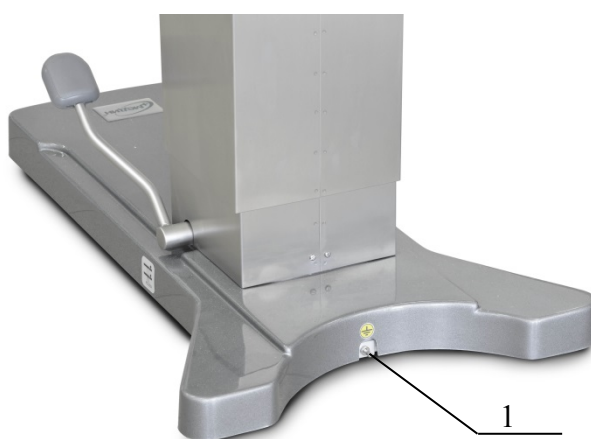

Рисунок 2. Зажим выравнивания потенциалов.
9.14 Подсоедините стол к контуру выравнивания потенциалов с помощью зажима (клеммы) 1 (Рисунок 2), расположенного внизу тумбы.